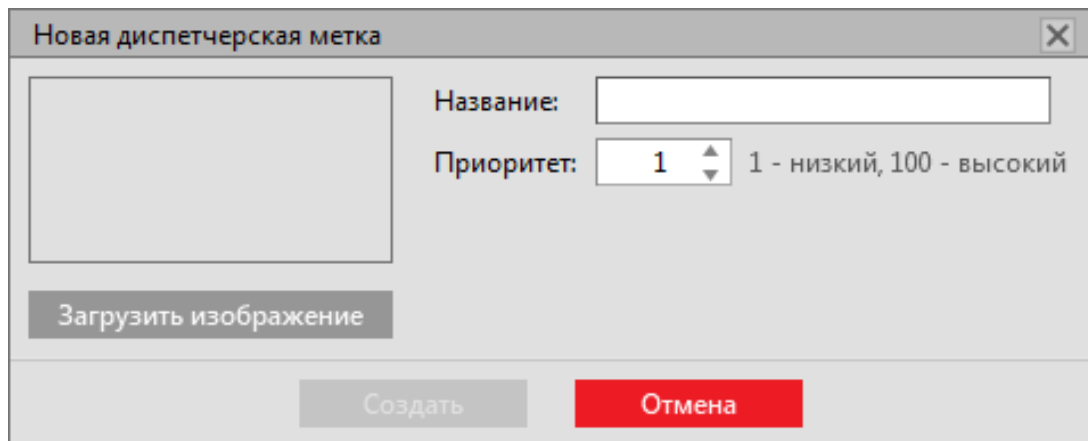

Рисунок 296 - Создание диспетчерской метки
2. Заполните форму (Рисунок 296) согласно Таблице 73.